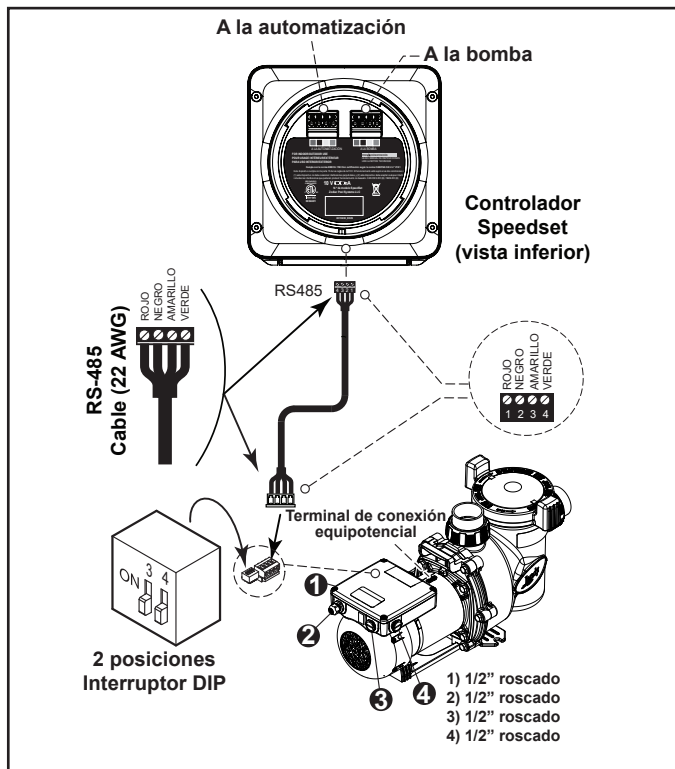

Figura 9. Cableado hasta un controlador
La sección de bajo voltaje ofrece dos (2) puertos de conducto de 1/2" NPT (roscados). No se proporcionan los acoplamientos para conducto (consulte la Figura 9).